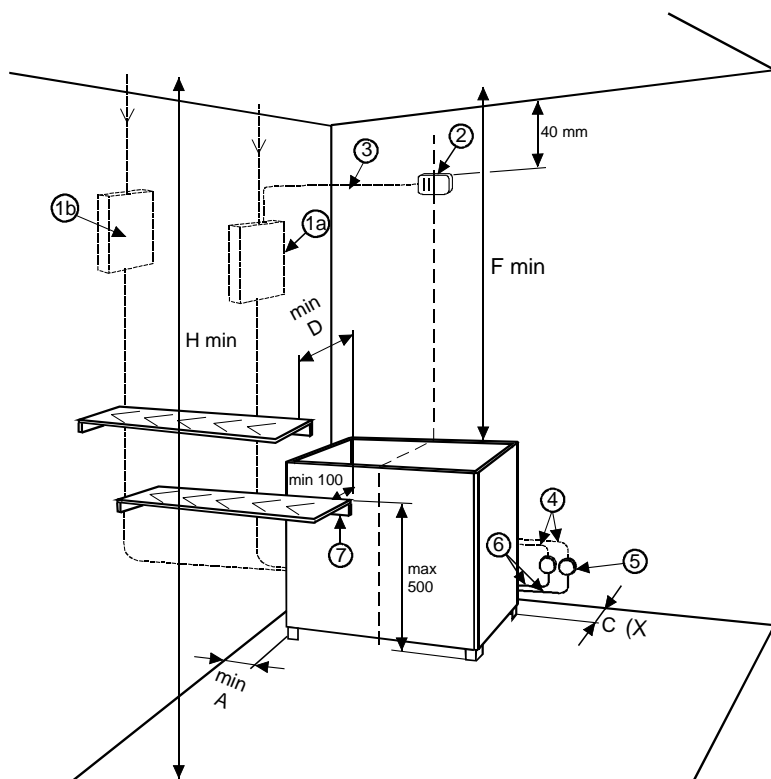

Bild 1
- Kontrollera installationsmått som anges i bild 1 och bild 2. Dessa måste ovillkorligen följas. Avvikelse från dessa medför brandfara.
När du fäster aggregatet måste du beakta minimiavstånden till bastuns brännbara ytor enligt tabell 1 och tabell 2 samt bild 1 och bild 2. Miniavstånden finns också på aggregatets märkskylt. Väggarna bakom aggregatet och taket får inte fodras med t.ex. eternitskivor eftersom en sådan fodring orsakar en för stor temperaturökning i väggmaterialet. Aggregatet får inte installeras i en fördjupning eller omges av ett slutet skydd. Tillåtet vägg- och takmaterial är träpanel. Endast ett aggregat får installeras i bastun